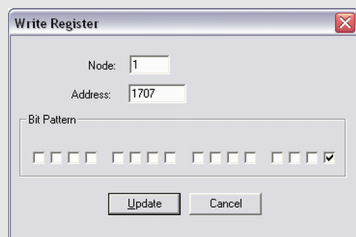

Abb. 336: „Write Register“ - Löschen des Ereignisspeichers
- ⇒ Abb. 336 zeigt, wie das Bit 0 mit der ModScan32-Software aktiviert wird.